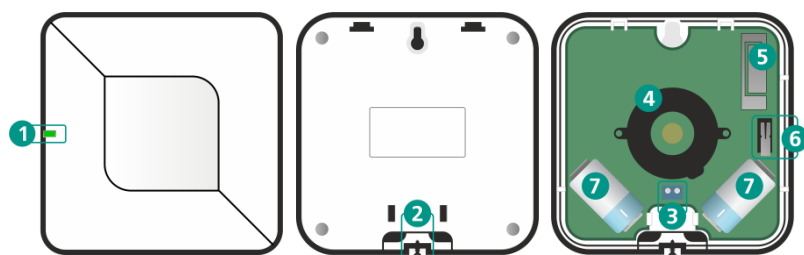
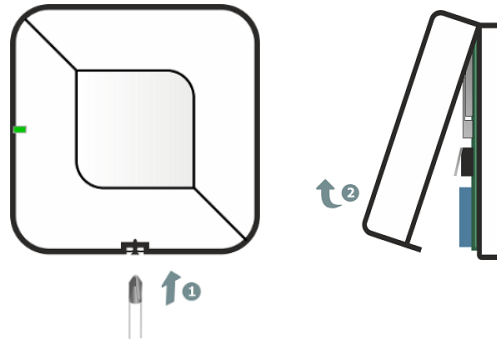

Рисунок 2.1 – Внешний вид сирены
Рисунок 6.1 – Вскрытие корпуса сирены
Сирена работает от двух литиевых батарей CR123A. Сирена оснащена встроенным тампером (6, рисунок 2.1) для контроля вскрытия корпуса.
Выполните проверку качества связи сирены с коммуникатором в предполагаемом месте установки с помощью индикации на сирене. Для этого вскройте корпус сирены, если он был закрыт (см. рисунок 6.1), и дважды нажмите на тампер (6, рисунок 2.1). Посмотрите на индикатор сирены. Соответствие уровня связи и индикации представлено в таблице 8.1.
1. Вскройте корпус сирены, если он был закрыт (см. рисунок 6.1).
- 1) Вскройте корпус сирены (см. рисунок 6.1) и извлеките обе батареи из сирены.
- 2) С помощью тампера (6, рисунок 2.1). Для этого вскройте корпус сирены (см. рисунок 6.1) и извлеките из сирены обе батареи на 30 секунд. Зажмите кнопку тампера и установите батареи обратно, соблюдая указанную полярность. Удерживайте кнопку тампера, пока сирена запускается (индикатор сирены быстро мигает красным и зеленым цветами по очереди). Отпустите кнопку тампера и последовательно нажмите на нее не менее 5 раз с интервалом 0,5 – 1 сек. между нажатиями. Сирена удалена, если её индикатор начал мигать голубым цветом раз в секунду (индикация режима связывания).